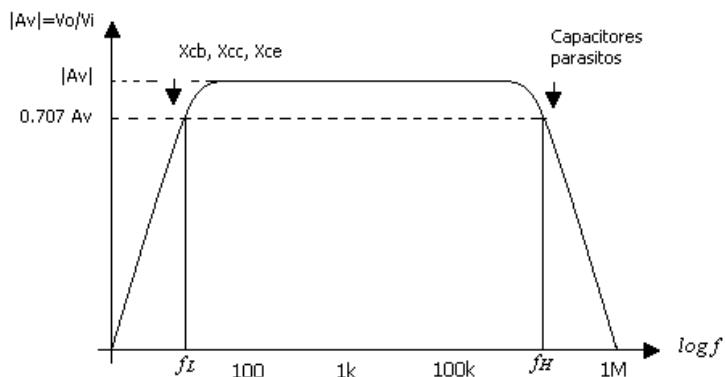

Figura 2.2. Respuesta de frecuencia.
- **Desventajas.** En el amplificador un acoplamiento R_C se tiene una *respuesta de frecuencia* como se indica en la figura 2.2. Se da caída en bajas frecuencias debido a un aumento en las reactancias X_{CB} , X_{CC} , X_E y el límite superior se determina por las capacitancias parásitas de la red y el dispositivo activo.